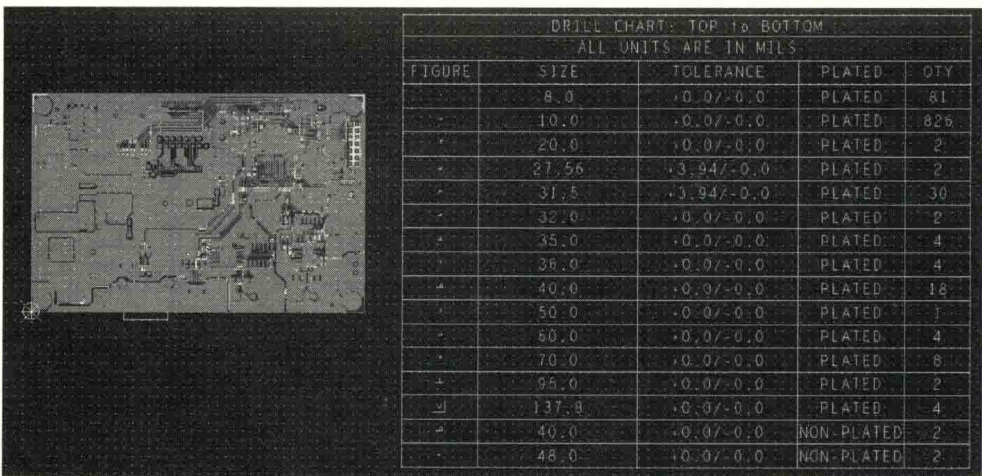

图 11-98 Gerber 文件导入效果图
(3) 转换过程中会出现 LOG 信息，可以大概浏览下，做到心中有数，方便后续检查。Gerber 文件导入效果图如图 11-98 所示。